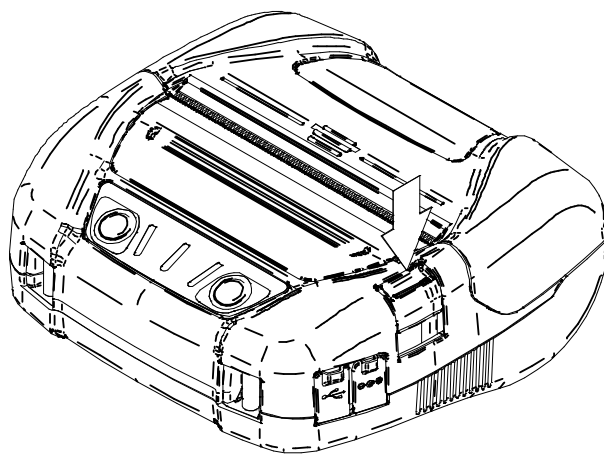

図 9-1 ペーパーカバーオープンボタン
- ① ペーパーカバーオープンボタンを図 9-1の矢印方向に押し、ペーパーカバーを開けてください。